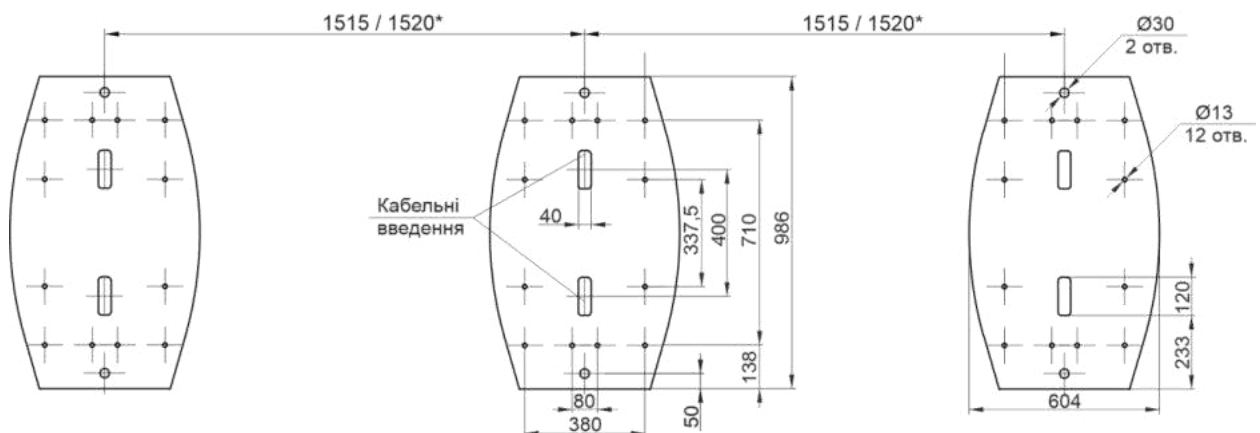

Рис. 13 – Розміри комплексу турнікетів «JETPAN-900-1» й «JETPAN-900-2»
4. – з'єднати отвори кріплення в нижній пластині турнікета з підготовленими отворами в поверхні згідно з розміткою рис.13.